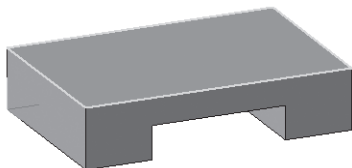

Рис. 186.
- щелчком ЛКМ укажите верхнюю грань (зеленая) для последующих построений (рис. 186);